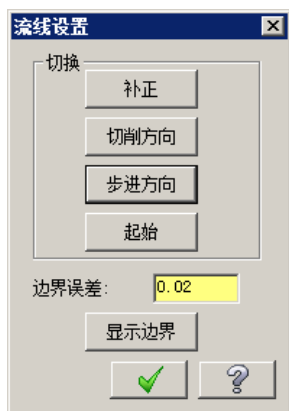

图 12.5.5 “流线设置”对话框
Step2. 选取加工曲面。在“多轴刀具路径-沿面五轴”对话框中单击按钮，在图形区中选取图 12.5.4 所示的曲面；在图形区空白处双击，系统弹出图 12.5.5 所示的“流线设置”对话框，调整加工方向如图 12.5.6 所示；单击按钮，系统返回至“多轴刀具路径-沿面五轴”对话框。